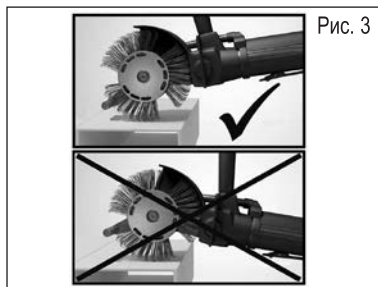

Рис. 3
5. Для достижения лучшей производительности следите за тем, чтобы ускоряющий стержень проходил рядом с обрабатываемой поверхностью. При слишком большом удалении стержня от поверхности производительность ощутимо падает. **См. рис. 3.** Более подробно с принципом действия устройства Bristle Blaster® можно ознакомиться **при помощи прилагаемого DVD-диска или на сайте www.monti.de**